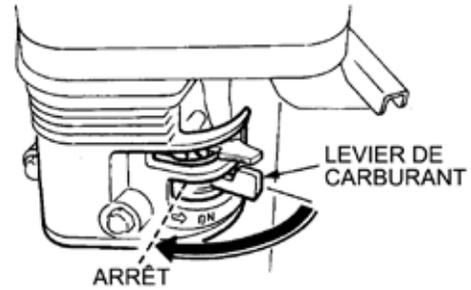

Figure 24. Levier du robinet à carburant (**ARRÊT**)
3. Placez le levier du robinet de carburant (Figure 24) en position **ARRÊT**